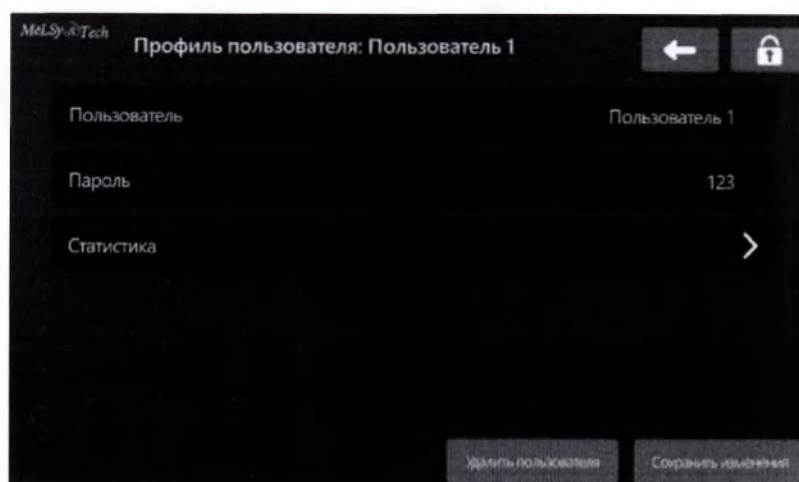

Рис.14.4 – Редактирование профиля пользователя
14.4. Для того чтобы редактировать профиль пользователя, необходимо щелкнуть на интересующего Вас пользователя, ввести изменения и нажать кнопку , как показано на рис.14.4.